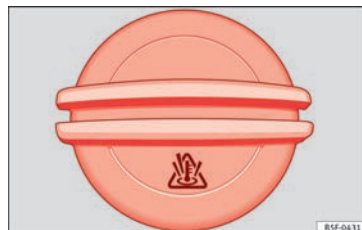

Fig. 110 En el vano motor: Tapón del depósito de expansión del líquido refrigerante.
- El depósito de expansión del líquido refrigerante se reconoce por el símbolo  del tapón » fig. 110.